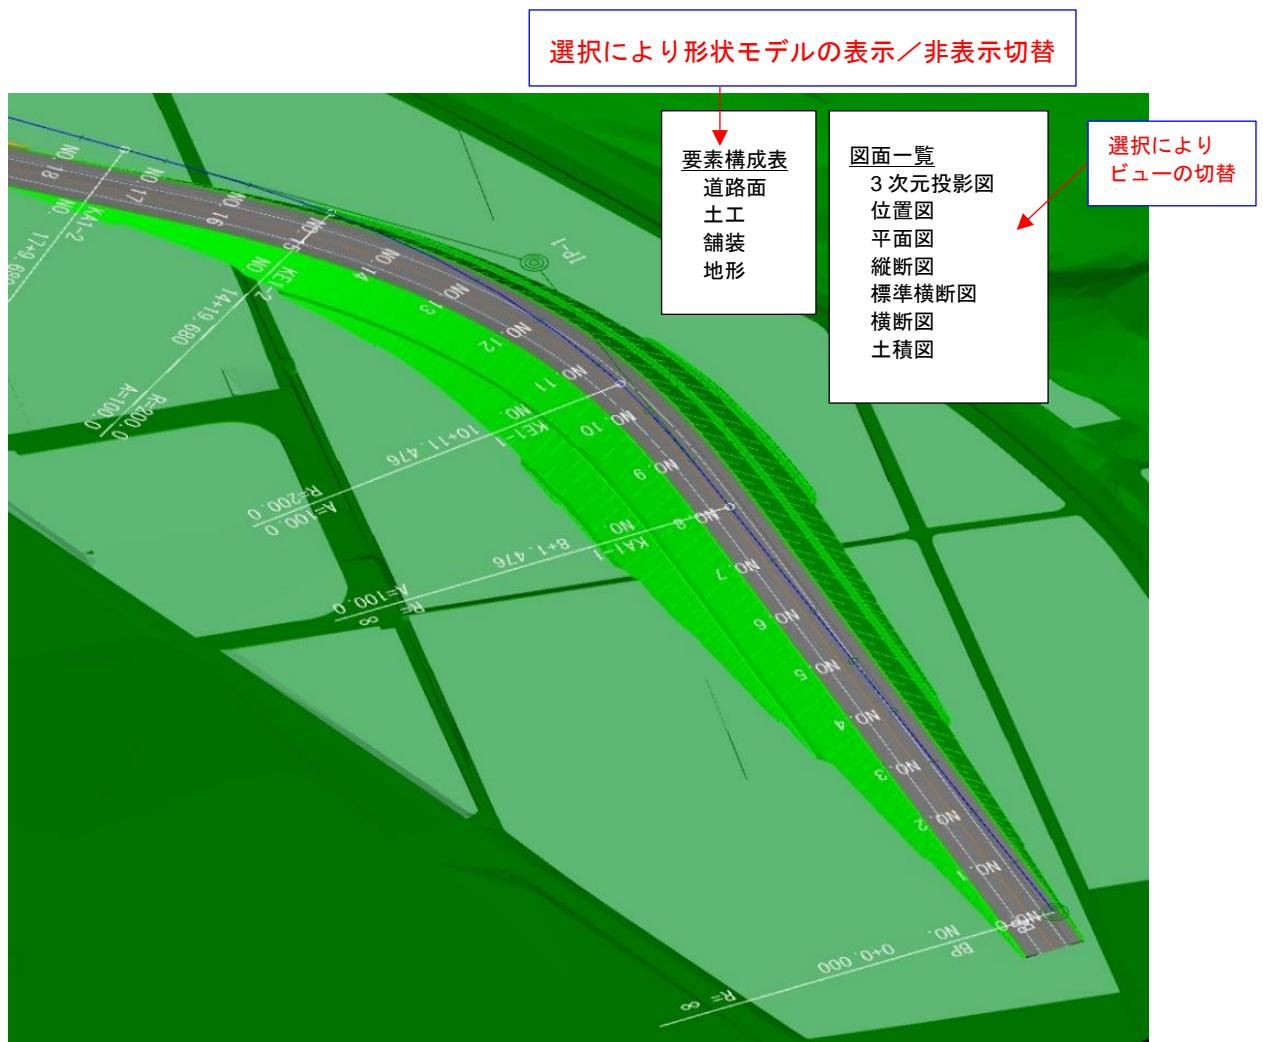

図 4-6 要素構成表及び図面一覧表の表示例
1. 形状モデルの表示・非表示の切り替えができるように、道路面、土工、舗装、地形等要素構成表を選択できることが望ましい（図 4-6 参照）。
3. モデル管理情報に設定された図面一覧を選択でき、3DA 平面図の画面に切り替えることが望ましい（図 4-6 参照）。
4. アノテーションとして、施工箇所・区間、起終点、距離標を作成・表示する。そのほか、必要となる情報は、適宜追加してよい（図 4-6 参照）。